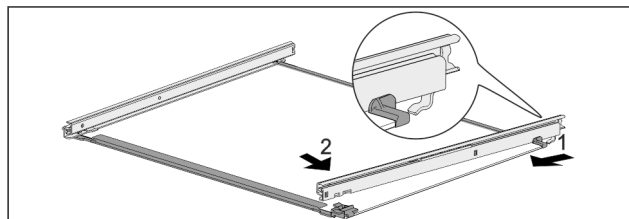

Fig. 116 Placa de vidrio con guías
- ▶ Enganche la guía por detrás. Fig. 116 (1)
- ▶ Encastre la guía por delante. Fig. 116 (2)